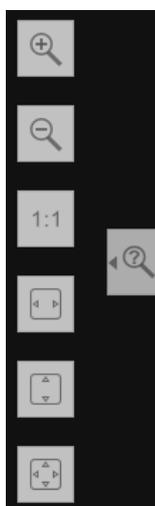

Рисунок 6.6 – Полупрозрачные кнопки масштабирования в раскрытом состоянии
- управляющая кнопка масштабирования в правой части экрана. При активации кнопки будет отображен ряд масштабирующих опций (рисунок 6.6). Для активации в зависимости от настроек нужно либо нажать на кнопку левой клавишей мыши, либо потянуть кнопку влево, зажав курсор («свайп»-жест).